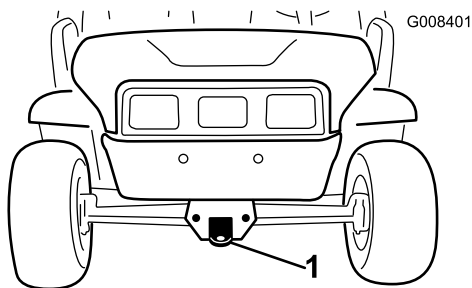
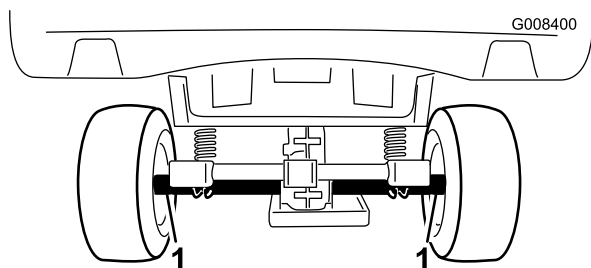

Figura 18
Figura 19
Utilize um atrelado com rampas de largura completa para mover a máquina numa longa distância. Certifique-se de que prende a máquina ao atrelado. Consulte Figura 18 e Figura 19 para localizar os pontos de fixação da máquina.
2. Ate um cabo de reboque ao garfo, na parte dianteira do chassis da máquina (Figura 18).